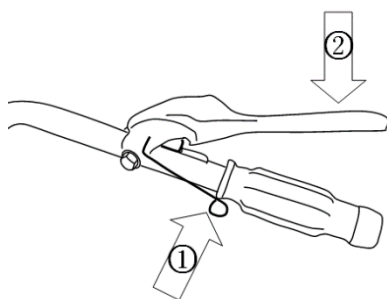

Fig.18
La leva della frizione è progettata per funzionare tramite 2 azioni indipendenti: Sollevare il blocco dell'impugnatura (1) e abbassare la leva (2) (Fig. 18).